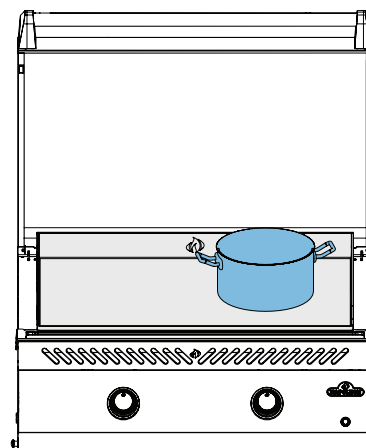

Рис. 3
- Используйте противень, чтобы растопить или разогреть соусы. Сдвиньте кастрюли или сковородки в одну сторону на слабом или среднем огне. (Рис. 3)